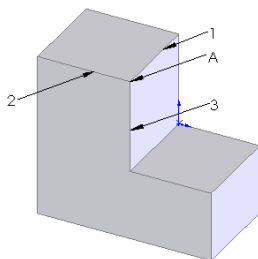

图 6-42 拉伸的图形
③ 拉伸实体。选择菜单栏中的“插入”→“凸台/基体”→“拉伸”命令，将上一步绘制的草图拉伸为“深度”均为 40 的实体，结果如图 6-42 所示。
④ 执行坐标系命令。选择菜单栏中的“插入”→“参考几何体”→“坐标系”命令，
⑤ 设置属性管理器。在“原点”一栏中，用鼠标选择图 6-42 中点 A；在“X 轴”一栏中，用鼠标选择图 6-42 中的边线 1；在“Y 轴”一栏中，用鼠标选择图 6-42 中的边线 2；在“Z 轴”一栏中，用鼠标选择图 6-42 中的边线 3。